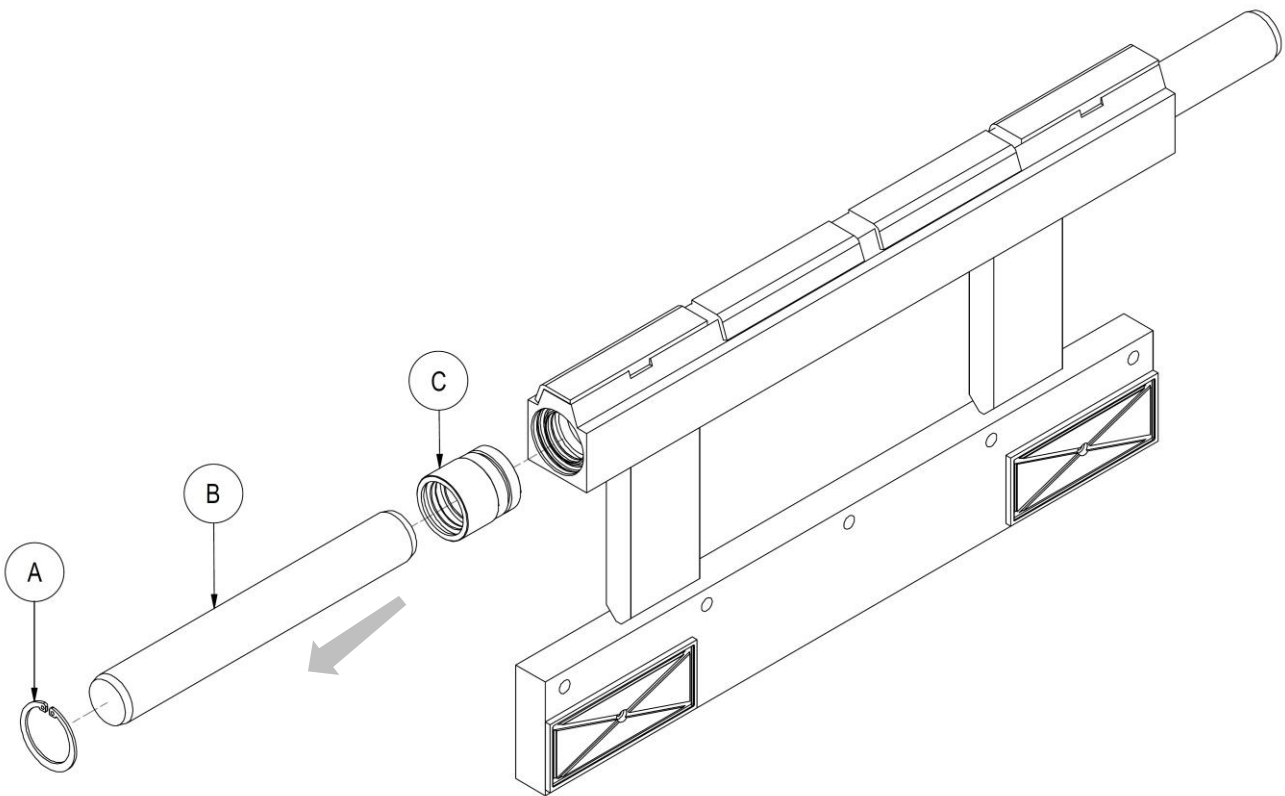

Figura 12
3. Rimuovere l'anello elastico **A** ed estrarre lo stelo **B** che uscirà dalla sede insieme al tappo **C**. Successivamente, rimuovere lo stelo dal tappo (vedi *Figura 12*).